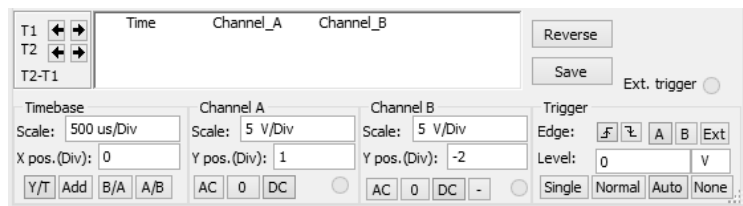

图 4.3.7 设置示波器面板参数
(3) 设置示波器属性。打开示波器面板, 按图 4.3.7 所示, 对示波器进行设置。